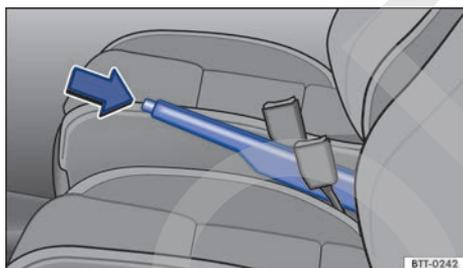

Fig. 116 Entre los asientos delanteros: freno de mano.
- Tire de la palanca del freno de mano con fuerza hacia arriba manteniendo el botón presionado → fig. 116 (flecha).
- Tire ligeramente de la palanca del freno de mano hacia arriba y presione el botón de bloqueo → fig. 116 (flecha).